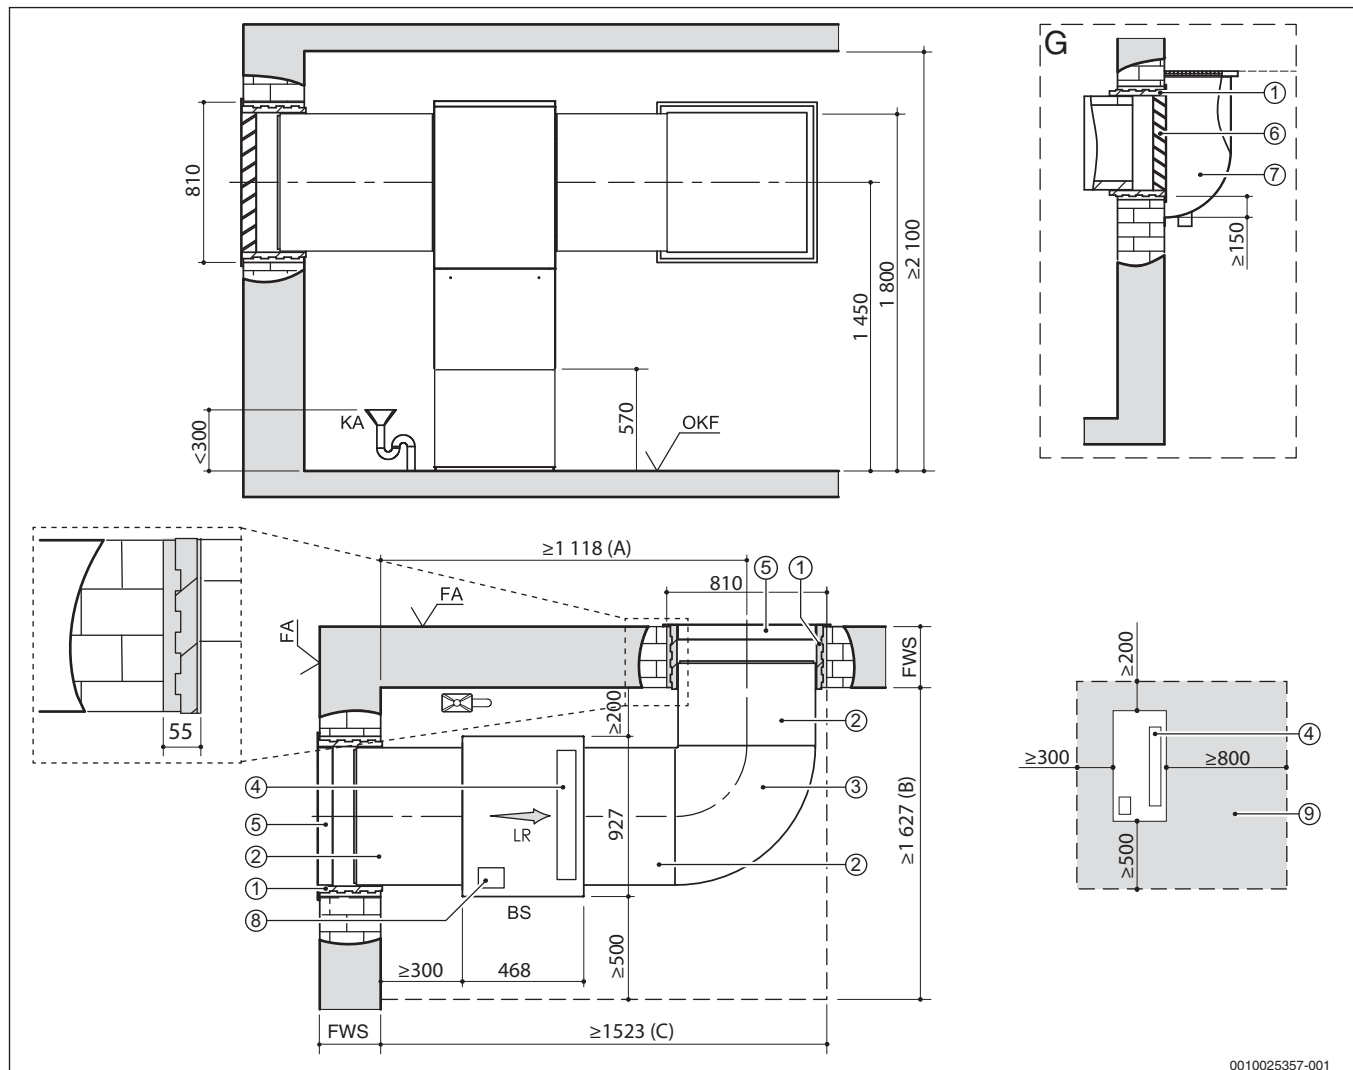
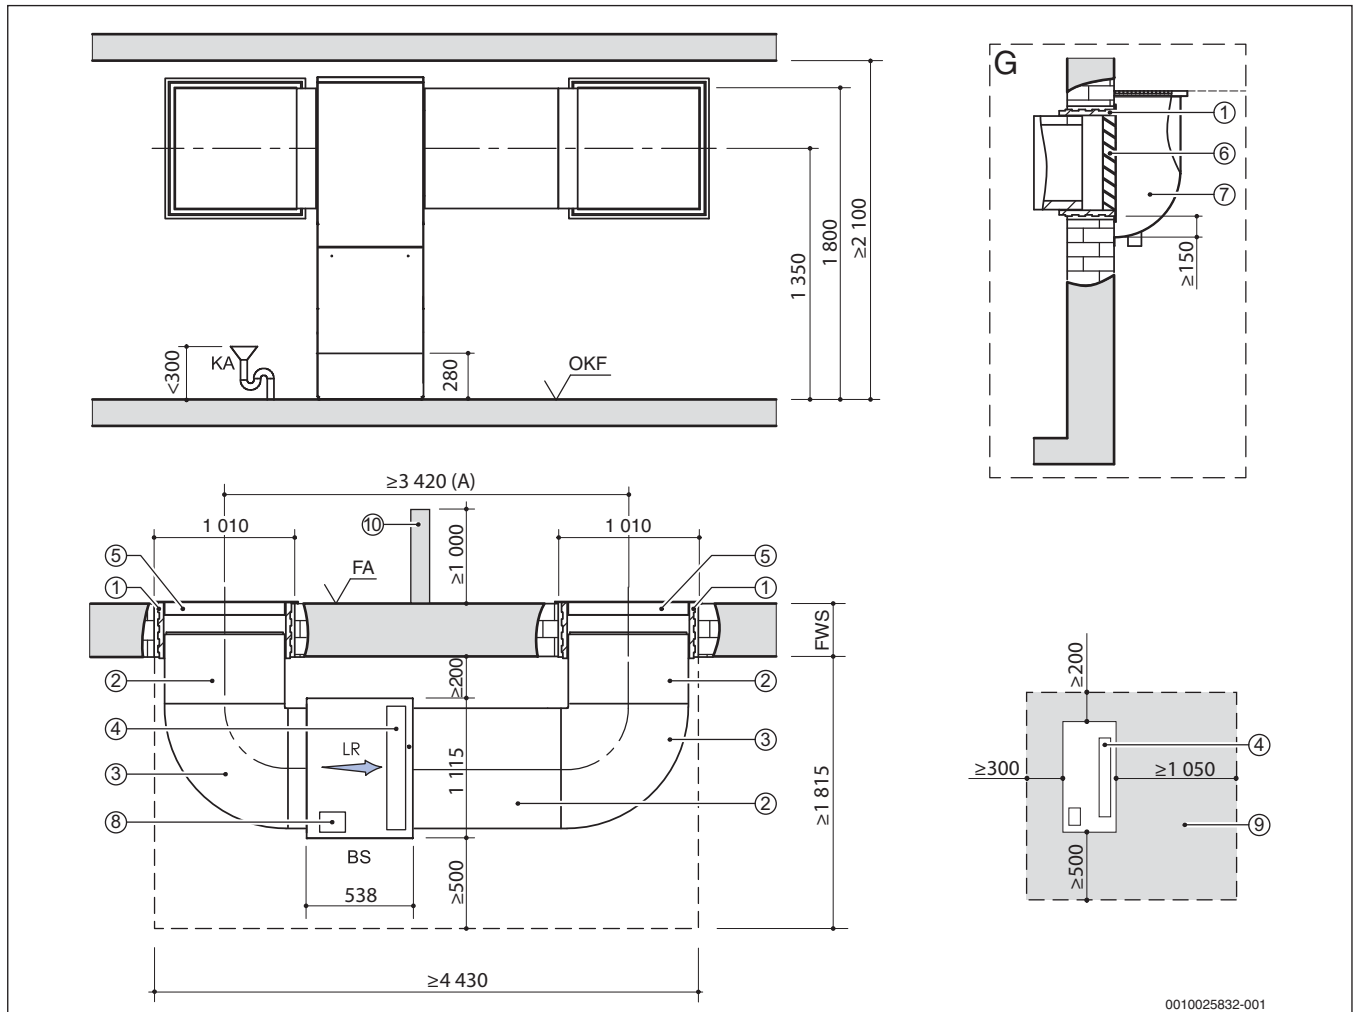

Bild 15 Aufstellplan für WLW196i-6/8 IR mit dem Luftkanalsystem 700 (alle Maße in mm)
Bild 16 Aufstellplan für WLW196i-11/14 IR mit dem Luftkanalsystem 900 (alle Maße in mm)
- Im Aufstellraum muss ein Kondensatablauf vorhanden sein. Die Höhe des Anschlusses ist in den Aufstellplänen eingetragen ($\rightarrow$ Bild 15, Seite 8 und Bild 16, Seite 9).
- Kann aus baulichen Gründen die Luftführung nur an einer Gebäudeseite erfolgen, muss ein Luftkurzschluss verhindert werden. Dies kann über eine Trennwand ($\rightarrow$ Bild 16 [10], Seite 9) oder durch einen ausreichenden Abstand zwischen den beiden Öffnungen erreicht werden.
- 1450 mm für Wärmepumpen mit 6/8 kW (→ Bild 15, Seite 8)
- 1350 mm für Wärmepumpen mit 11/14 kW (→ Bild 15, Seite 9)
Legende für Bild 15 + Bild 16: